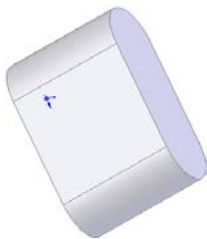
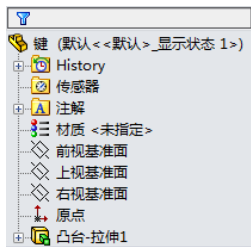

图 3-141 绘制的键
图 3-142 键的“FeatureManager 设计树”
**09** 设置视图方向。单击“视图”工具栏中的“旋转视图”图标按钮, 将视图以合适的方向显示, 结果如图3-141所示。键绘制完毕, 此时键的“FeatureManager设计树”如图3-142所示。